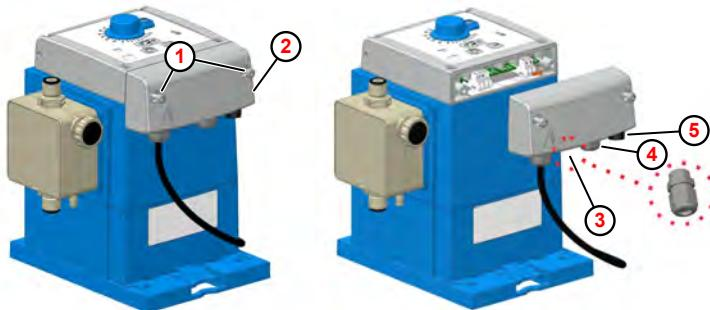

Fig. 11: Instalación eléctrica «EcoUp»
- ① Tornillo de la carcasa
- ② Tapa del compartimento de terminales
- ③ Paso de cables para la salida de la cantidad de dosificación o de alarma
(Fig. 11 , ②)
- ④ Paso de cables para entrada de impulsos o de autorización
- ⑤ Conexión enchufable de entrada de nivel
1. Aflojar los dos tornillos de la carcasa (Fig. 11 , ①). Los tornillos están asegurados para que no caigan hacia fuera.
2. Quitar la tapa del compartimento de terminales ② .
3. Para conectar la salida de la cantidad de dosificación o de alarma, montar el racor atornillado M12x1,5 para cables del paquete adicional de la bomba en la ubicación correspondiente ③ , guiar el cable, apretar la unión roscada y conectar los hilos de cable según el diagrama de terminales.
4. Para conectar a la entrada de impulso o de autorización, guiar el cable a través del racor atornillado para cables correspondiente ④ , apretar la unión roscada y conectar los hilos de cable según el diagrama de terminales.
5. La conexión para la entrada de nivel debe conectarse a la hembrilla ⑤ prevista para este fin.
6. Una vez finalizados todos los trabajos de instalación, volver a montar la tapa del compartimento de terminales ② y apretar los tornillos de fijación ① .
Tras el desmontaje de la tapa del compartimento de terminales (Fig. 11 , **②**) los bornes quedan accesibles.